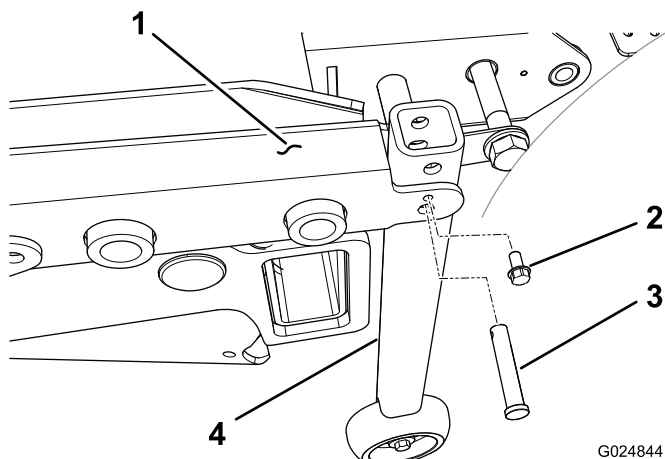

Figura 95
6. Nas unidades de tração que tenham um número de série anterior a 312999999, instale a estrutura do suporte do tubo vertical em cada canto traseiro da estrutura da plataforma com um passador de forquilha e um parafuso autorroscante de 1/4 pol. (Figura 95).